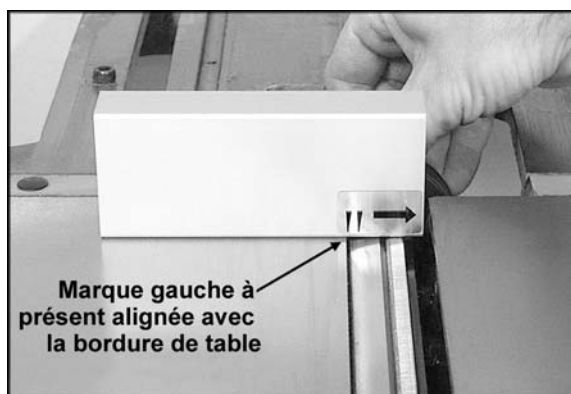

Figure 30 (tête de la découpeuse droite)
10. Tournez la tête de la découpeuse dans le sens horaire (en utilisant la poulie). Si la table et les couteaux sont bien réglés, le couteau touche le calibre en aluminium et le déplace jusqu'à ce que la marque gauche s'aligne sur l'extrémité de la table de sortie, comme illustré sur la Figure 30.